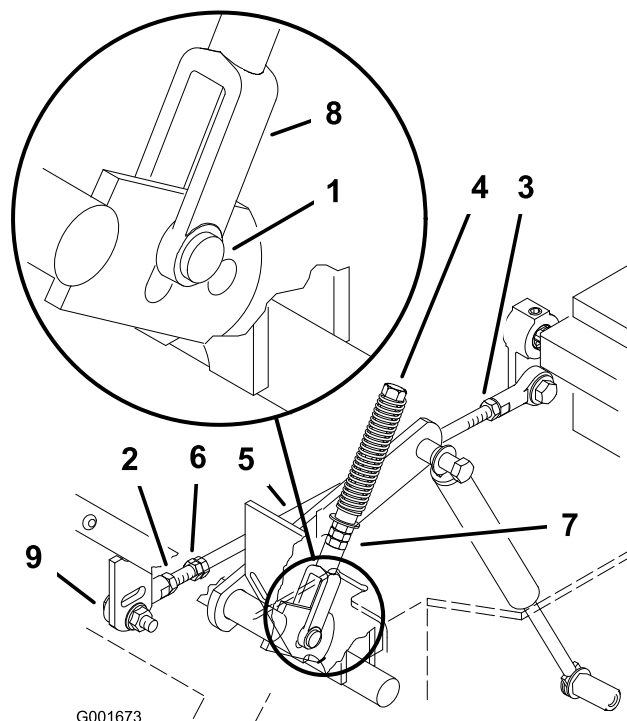

Figure 56
6. Tirez ensuite le levier en arrière jusqu'à ce que l'axe de chape (situé sur le bras au-dessous de l'axe de pivot) touche l'extrémité de la fente (c.-à-d. commence juste à appuyer sur le ressort) (Figure 56).
8. Si un réglage s'impose, desserrez l'écrou et l'écrou de blocage vissés contre la chape (Figure 56).
10. Serrez l'écrou et l'écrou de blocage (Figure 56).